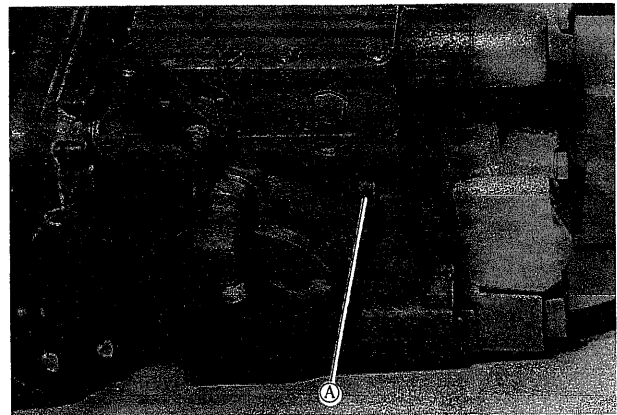

Fig. 103
### (1) Hydraulic pump (Fig. 103)